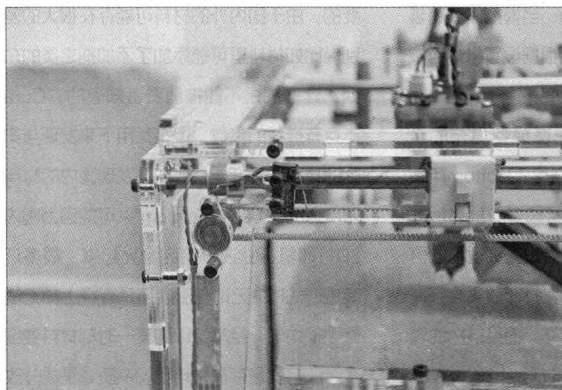

图3 加装了3M RGB三色灯带
G代码。首先打开Replicatorg，单击“文件”，打开刚才导出的STL文件，这时你需要打印的模型就会出现在对话框中，如图3所示。
■ 图3 在Replicatorg中打开STL文件